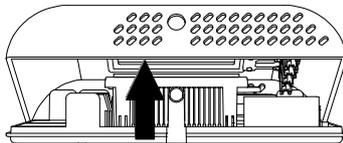

Fig. 3
- 3** Faire tourner l'élément en exerçant une légère pression de manière à l'extraire complètement (Fig. 3).